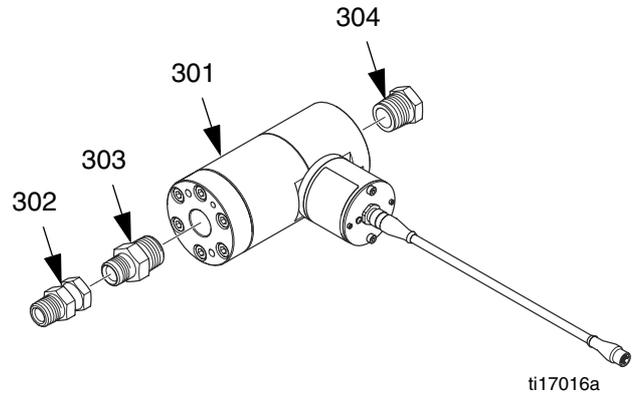

FIG. 5: Conexión de accesorios en el flujómetro
6. Conecte el accesorio giratorio (302) en el colector de fluido. Vea la FIG. 5.
7. Conecte los accesorios (303 y 304) en el flujómetro (301). Vea la FIG. 5.
8. Conecte el flujómetro y los accesorios en el accesorio giratorio ya conectado en el colector de fluido. Vea la FIG. 5.